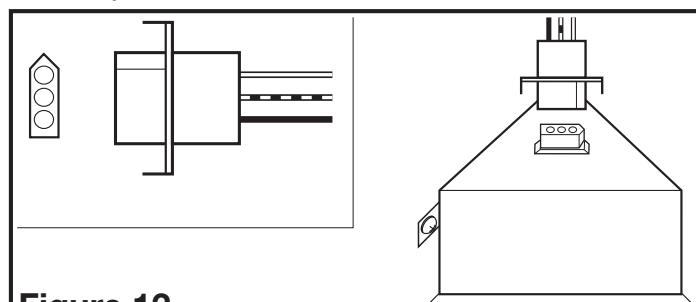

Figure 12
2. Brancher le cordon à raccordement rapide dans le réceptacle. Ce cordon ne s'ajuste que d'une seule façon dans le réceptacle (**Figure 12**).
4. Une fois en place, fixez le cadre de l'amortisseur de plafond au boîtier du ventilateur à l'aide de deux vis n° 8 x 1 po fournies. Enfoncez avec précaution les vis dans les deux fentes oblongues du cadre de l'amortisseur du plafond, dans les lances de fixation de chaque côté du boîtier du ventilateur. Complétez cette étape lentement car vous ne voulez pas endommager les lances sur le boîtier (**Figure 12**).